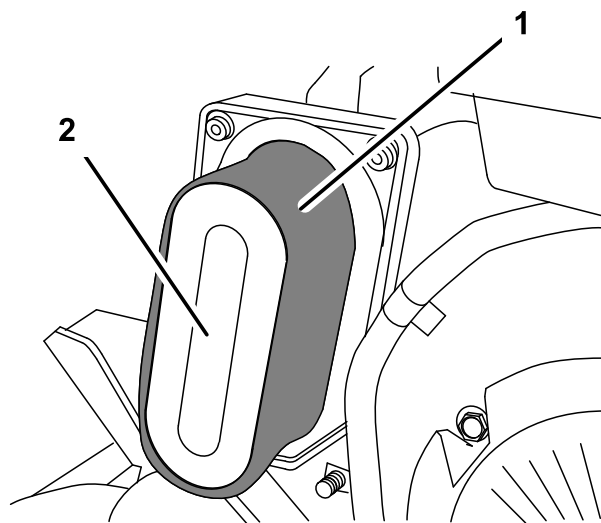

Bild 22
3. Entfernen Sie den Schaumeinsatz, wenn dieser verschmutzt ist, vorsichtig vom Papiereinsatz (Bild 22). Reinigen Sie ihn gründlich.